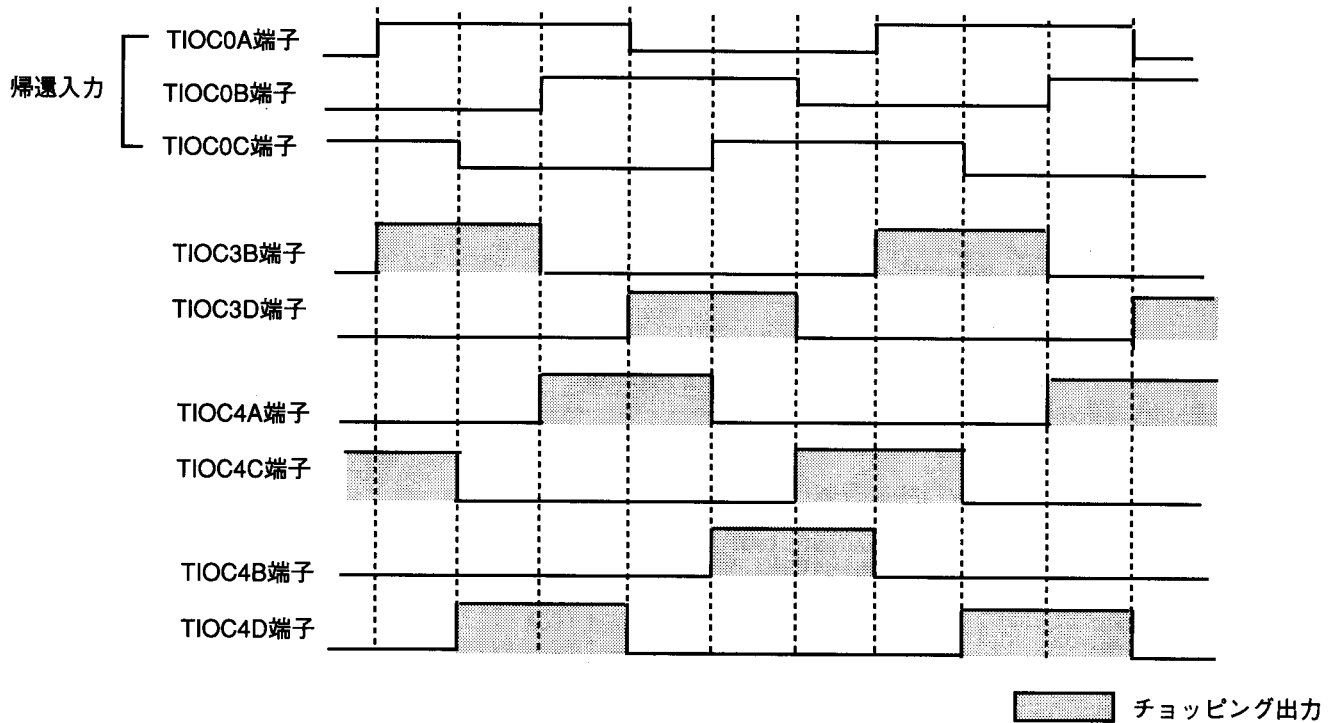

図2.9.1 DCブラシレスモータ制御用信号出力例
(1) 図2.9.1に示すように、DCブラシレスモータ制御に必要な波形を出力します。出力波形は、各端子のゲート信号とリセット同期PWM出力をチョッピングして出力します。